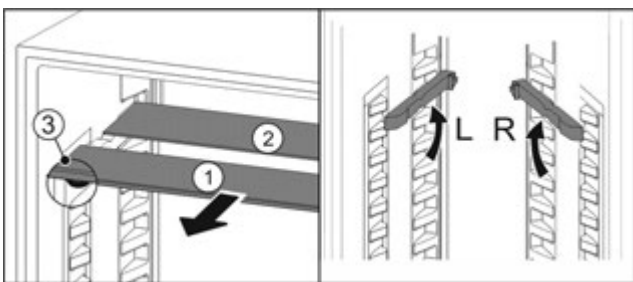

Fig. 69
- ▶ Посуньте Fig. 69 (1) скляну панель вперед.
- ▷ Скляна панель Fig. 69 (1) з декоративною планкою лежить спереду.
- ▷ Стопори Fig. 69 (3) показують вниз. Пристрої з морозильною камерою:*